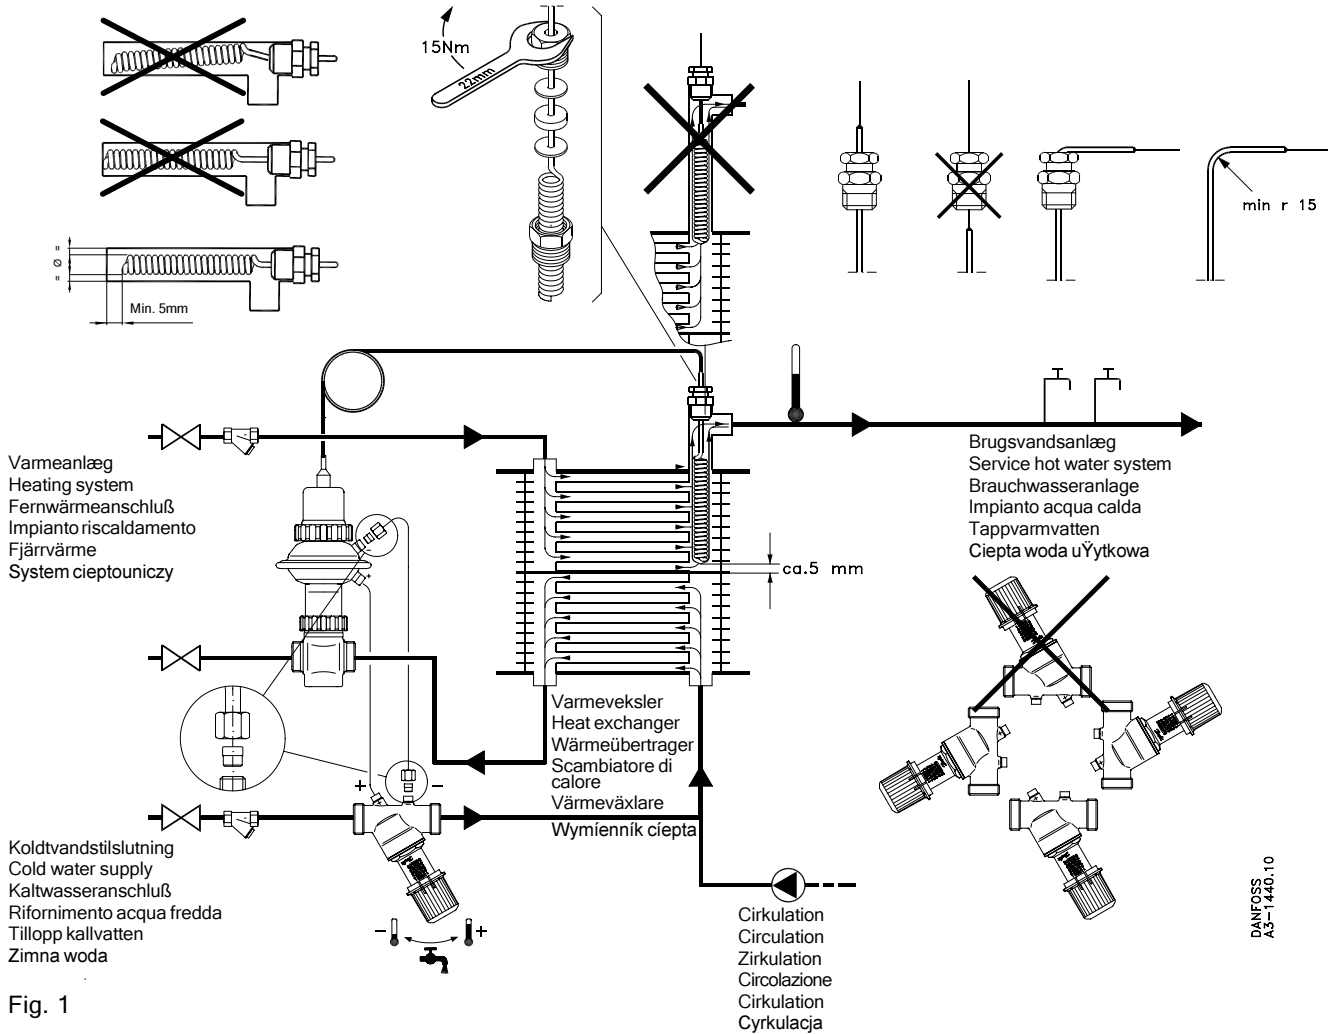

Fig. 1
Systemerne fungerer bedst når føleren monteres helt inde i varmeveksleren (se fig 1.). For korrekt tomgangsfunktion bør termisk afstrømning undgås, da varmt vand stiger til vejrs, hvilket vil bevirke et forøget tomgangsforbrug. Ønskes at dreje tilslutningerne for impulsrørene, løsne da omløberen (1), drej membran huset til den ønskede stilling (2) og spænd omløberen igen (20 Nm) - se fig. 4. Vær opmærksom på, at vandhastigheden omkring føleren skal overholde kravene i DS 439 for kobberør.
Systems function best when the sensor is installed right inside the heat exchanger (see fig. 1). For correct no-load function, thermal flow should be avoided as the hot water will rise and thus increase the no-load consumption. For optimum orientation of pressure connections loosen the nut (1), turn the diaphragm part into desired position (2) and tighten the nut (20 Nm) - see fig. 4. Note that the water velocity around the sensor must be in accordance with the requirements for copper tube.
Der Regler arbeitet optimal, wenn der Fühler ganz in den Wärmetauscher eingebaut ist (siehe Fig. 1). Im Leerlaufbetrieb sollte thermische Abströmung möglichst vermieden werden, da es sonst zu erhöhtem Leerlaufverbrauch kommen kann.
I sistemi funzionano in maniera ottimale quando il sensore è montato proprio all'interno dello scambiatore di calore (vedi fig. 1). Per un corretto funzionamento a vuoto, cercare di evitare il flusso termico; in questo caso infatti l'acqua calda aumenterà facendo crescere il consumo a vuoto.